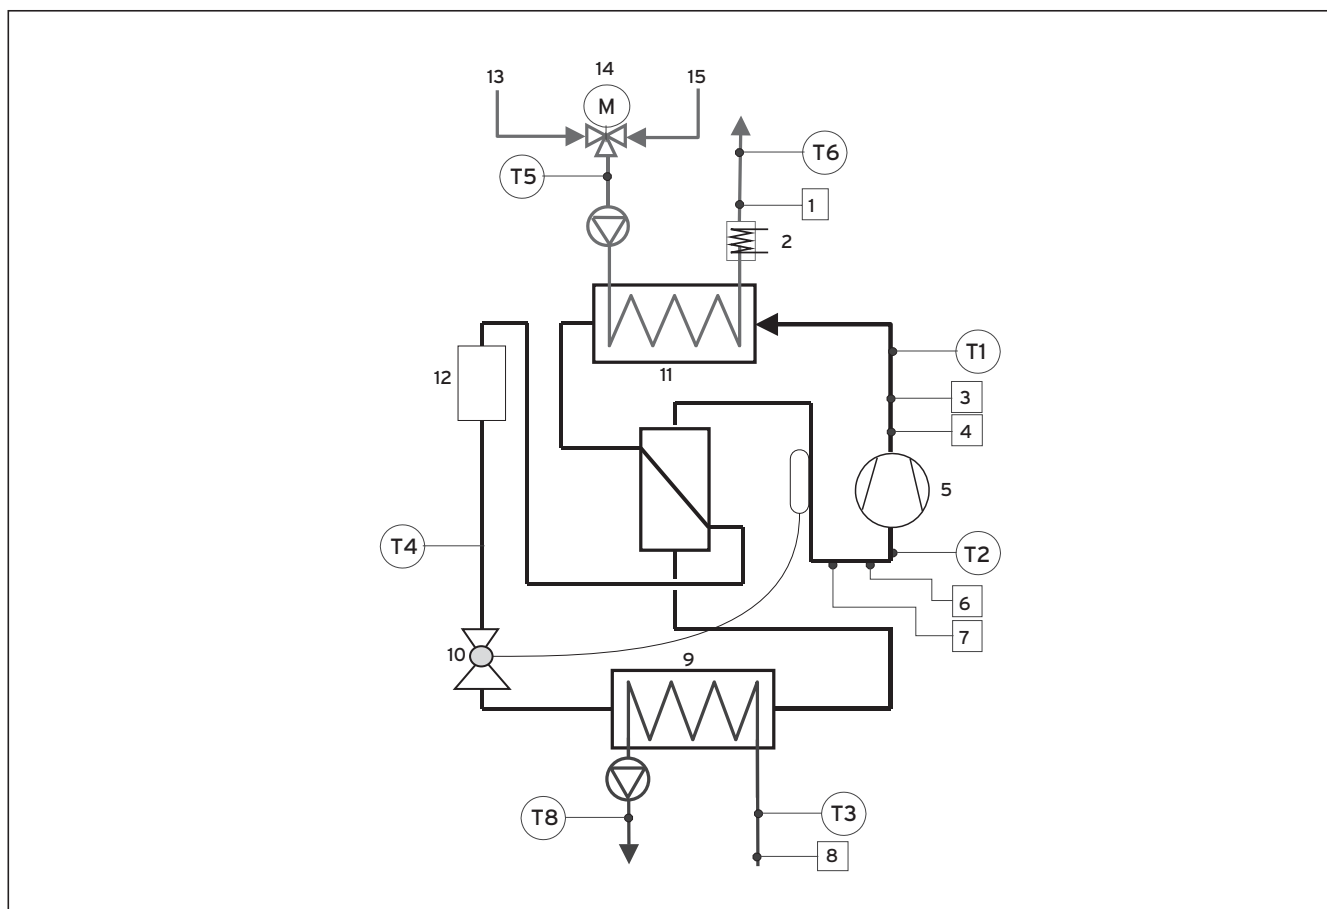

Fig. 1 Appendice, schema della pompa di calore
Legenda della fig. 1, appendice
- Legenda della fig. 1, appendice**